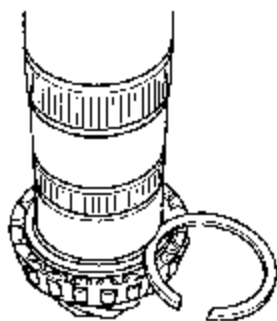

图 9-101 确定卡簧厚度
(14) 确定卡簧的厚度时，测定和放置（图 9-101）最厚的并且刚好可嵌入的即可。